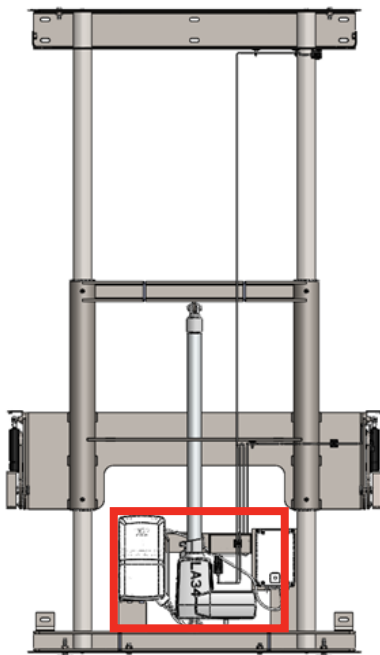
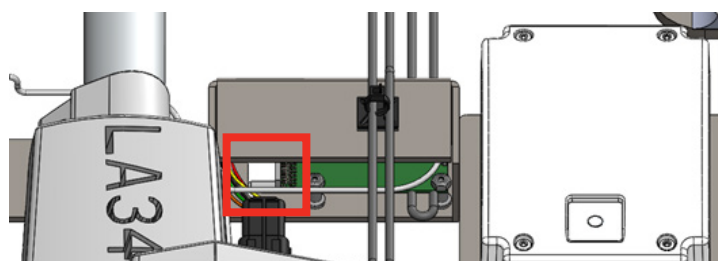

Figura 1 Ubicación del telar de PCB y los conectores
Figura 2 Ubicación del telar de PCB.
- A: Verifique la conexión de la PCB para que se encuentre cerca de la parte inferior del conjunto de la torre, la ubicación se muestra en Figura 1. Asegúrese de que el telar de PCB blanco esté presionado contra la PCB, ubicación que se muestra en la Figura 2.